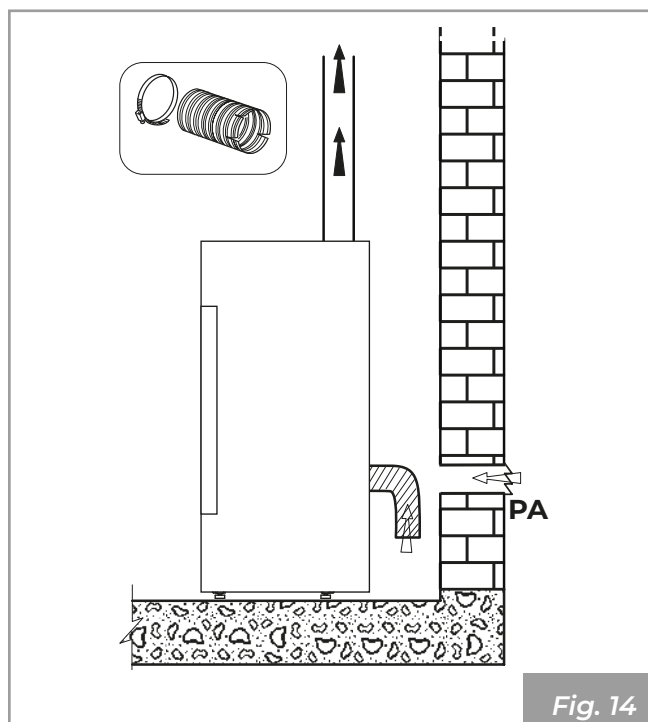

Fig. 14
- il peut provenir du lieu d'installation ou de pièces voisines (**Fig. 14**)
Réaliser la prise d'air sur la paroi (**Fig. 14 - PA = Prise d'Air**) et laisser l'appareil libre d'aspirer l'air dans la pièce, en prenant soin de raccorder la partie ondulée du tuyau (si fournie) sur le tuyau d'arrivée d'air, en la fixant avec le collier de serrage et en la pliant légèrement vers le bas afin de prévenir d'éventuels effets de résonance.